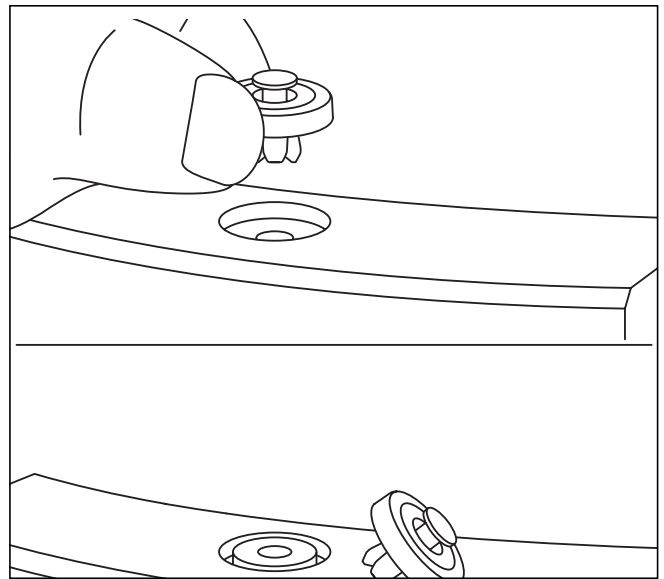

Fig. 8.7 Allentamento della chiusura a molla
- Esercitare pressione sulla molla situata sotto il foro, ad esempio con un cacciavite (vedere fig. 8.7).